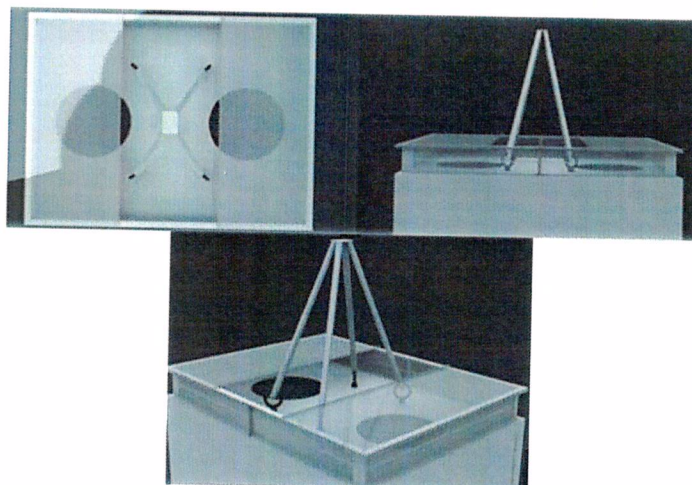

Figura 5 - içamento por olhais na parte superior do invólucro de proteção
- Para os casos no qual o projeto indica que o içamento será efetuado por olhais na parte superior do invólucro de proteção, o içamento do conjunto (transformador e invólucro de proteção) deverá seguir conforme a Figura 5.